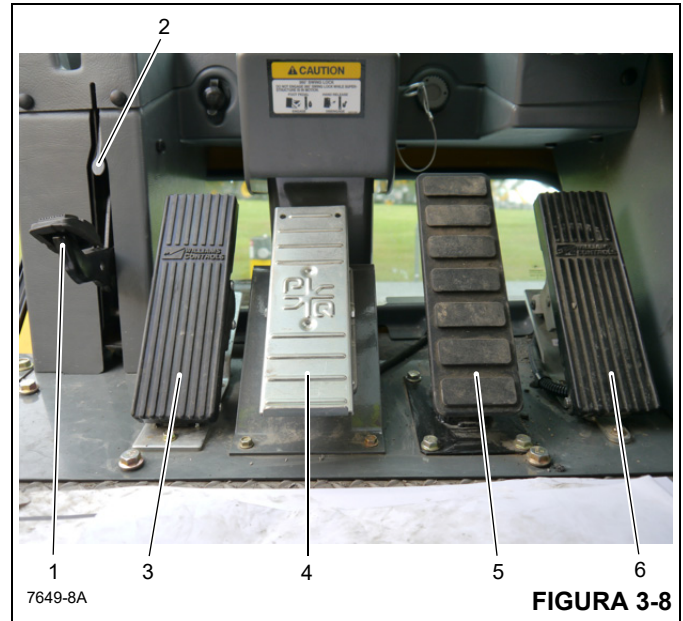

FIGURA 3-8
El pedal del bloqueo de giro en 360° (1) (Figura 3-8) se encuentra en el lado izquierdo del piso de la cabina. El pedal activa el sistema de bloqueo de giro para evitar que la superestructura gire. Para soltar el bloqueo de giro, tire de la palanca de soltado del bloqueo de giro de 360° (2) hacia arriba.
El pedal del freno de giro (3) (Figura 3-8) se encuentra en el lado izquierdo del piso de la cabina. Esto acciona el freno de giro para disminuir la velocidad del movimiento de giro o detenerlo. El frenado aumenta o disminuye proporcionalmente, según la presión aplicada al pedal.
El pedal de control de telescopización (4) (Figura 3-8) se encuentra en la parte central del piso de la cabina. Presione la parte superior del pedal para extender la pluma. Presione la parte inferior del pedal para retraer la pluma.